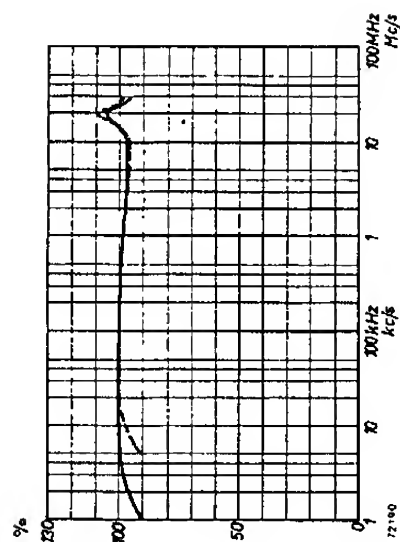

Fig. 1
In fig. 1 is de frequentiekenarakteristiek weergegeven bij het gebruik van de directe ingang (stand „3 mV”, frequentiegebied 1 kHz — 30 MHz) en bij het gebruik van de verzwakkeringang (stand „30 mV — 1 kV”, frequentiegebied 5 kHz — 30 MHz).
- Frequentiekenarakteristiek** — De maximale afwijking ten opzichte van de gemiddelde frequentiekenarakteristiek (fig. 1) is bij gebruik van de directe ingang $< 4\%$ en bij gebruik van de verzwakkeringang $< 5\%$.